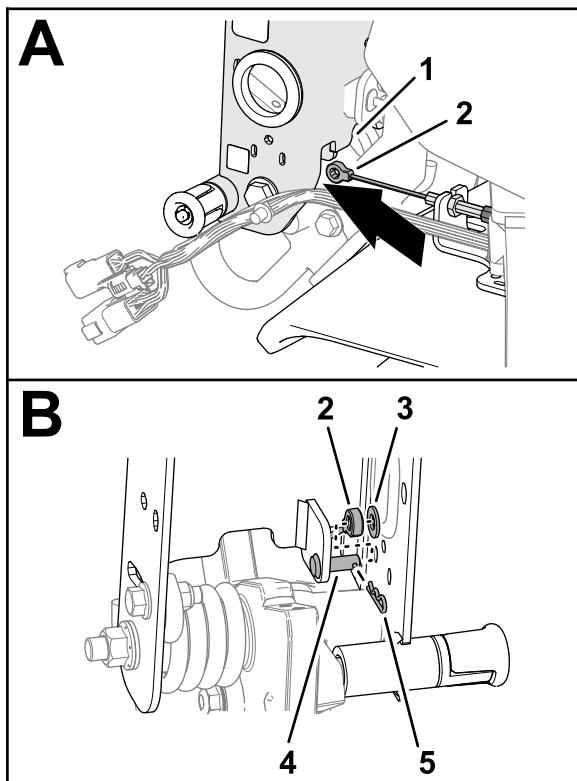

Figura 7
1. Instradate l'attacco del cavo del freno sotto alla parte inferiore del canale della maniglia (Figura 7).